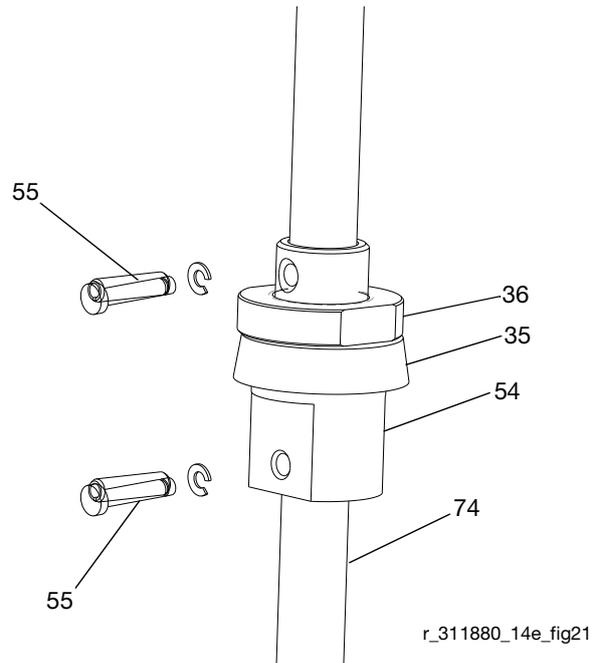

FIG. 21
10. Retirez les goupilles (55). Voir FIG. 21.